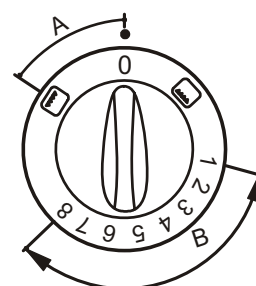

Fig. 21
1. **Le brûleur du four** – tourner le sélecteur au sens inverse des aiguilles d'une montre et mettre le en position quelconque du domaine „B” (fig. 21).
2. **Le brûleur du grill** – tourner le sélecteur (fig. 21) au sens des aiguilles d'une montre et le mettre en position .